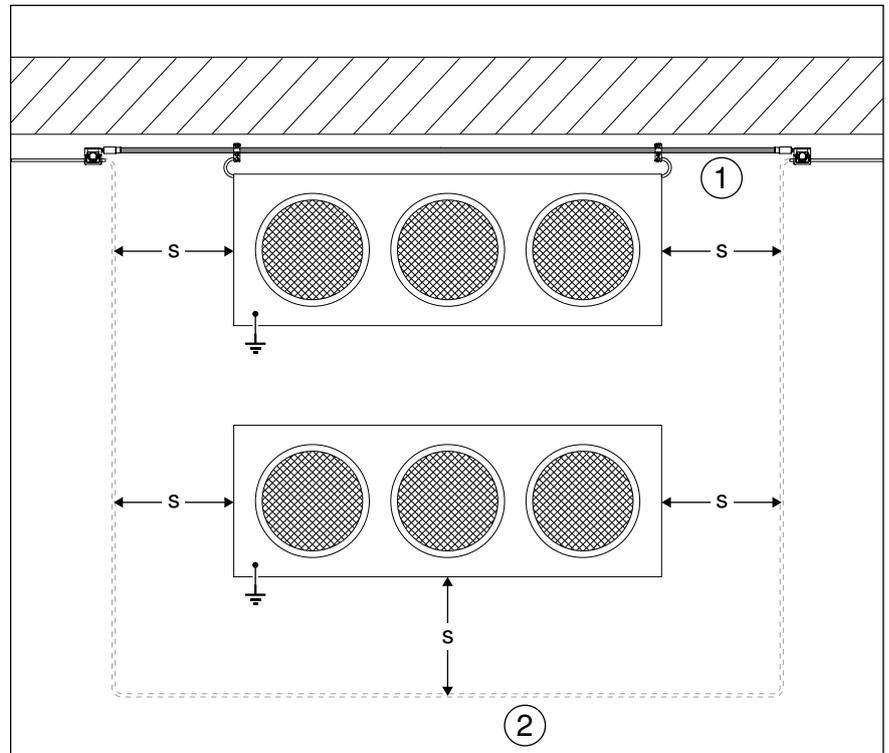

Abb. 70: isCon®-Ableitung in konventionelle Ringleitung einbinden
In Bereichen, in denen eine konventionelle Ringleitung bei Einhaltung des erforderlichen Trennungsabstands (s) (z. B. zu Dachaufbauten) nur umständlich zu installieren wäre (siehe Abb. 70 Nr. ②), lässt sich die isCon®-Ableitung ① in die Masche integrieren, sofern der berechnete Trennungsabstand kleiner als oder gleich dem äquivalenten Trennungsabstand der jeweiligen genutzten isCon®-Ableitung ist.